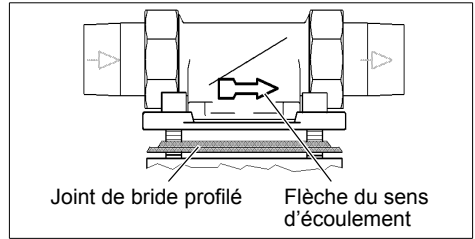

Fig. 3 : Bride rotative de montage
**La bride rotative de montage doit être installée dans le sens d'écoulement. Ce dernier est indiqué par une flèche moulée dans le matériau (cf. fig. 3).**
Le profil du joint de bride profilé doit être dirigé vers la bride rotative (cf. fig. 3). En cas de non-respect, cela peut compromettre l'étanchéité, provoquer des fuites d'eau et être à l'origine de dégâts des eaux dans la maison et sur les équipements.